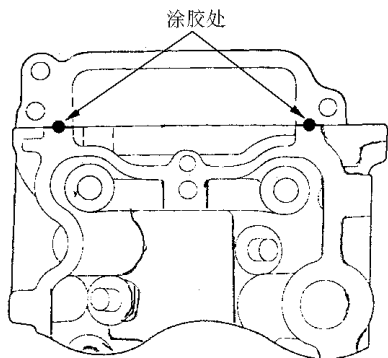

图 2-136 缸盖罩密封处
4) 如图 2-136 所示, 在正时链壳体的配合区域(A), 涂上 30mm 宽的 P/N08C70-K0234M 08C70-K0334M 或是 31S 型液体密封胶。